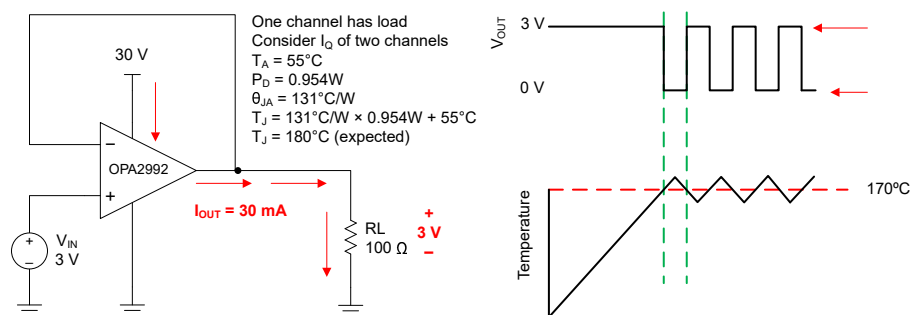

图 6-4. 过热保护
任何放大器的内部功耗都会导致内部温度（结温）升高。这一现象称为 *自热*。OPAx992 的绝对最大结温为 150°C 。超过此温度会损坏器件。OPAx992 具有过热保护功能，可减少自热造成的损坏。该保护功能的工作原理是监视器件的温度，并在温度超过 170°C 时关闭运算放大器输出驱动。图 6-4 展示了 OPA2992 的应用示例，该器件因为其功耗 (0.954W) 而会产生显著的自热。在此示例中，两个通道都具有静态功耗，而其中一个通道具有很大的负载。热计算表明，当环境温度为 55°C 时，器件结温达到 180°C 。不过，实际器件会关闭输出驱动来恢复到安全的结温。图 6-4 展示了电路在过热保护期间的行为。在正常工作期间，器件充当缓冲器，因此输出为 3V 。当自热导致器件结温升高超过内部限制时，过热保护强制输出进入高阻抗状态，并通过电阻 R_L 将输出拉至接地。如果依旧存在导致过大功耗的状况，放大器将在关断和启用状态之间振荡，直到输出故障得到纠正。请注意，热性能可能会因所选封装和 PCB 布局设计而有很大差异。此示例使用 SOIC (8) 封装的热性能。